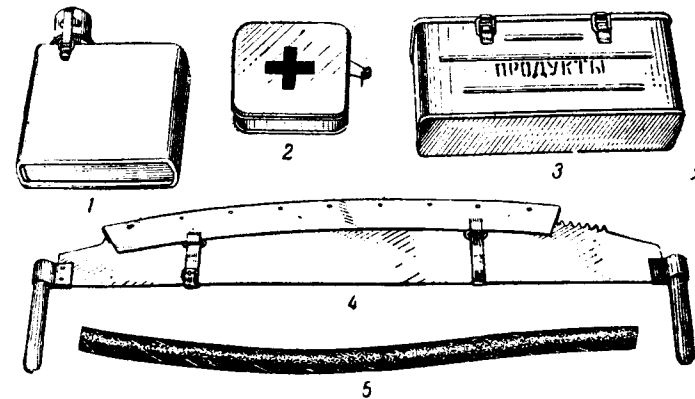

Рис. 56. Принадлежности и инвентарь танка:
**7. Принадлежности и инвентарь (рис. 56)**